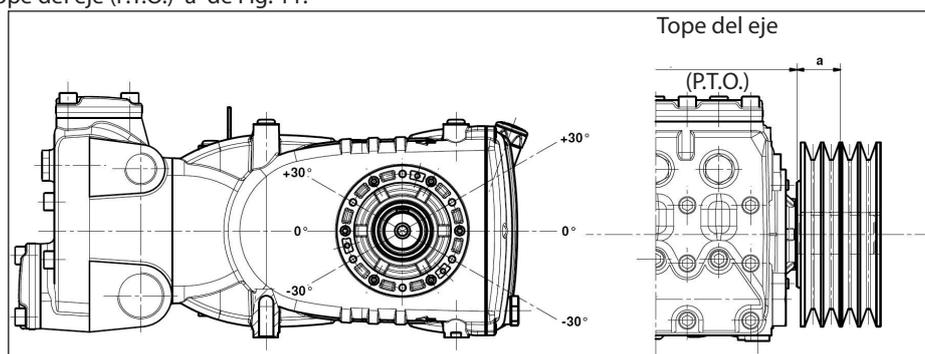

Fig. 11
La carga radial sobre el eje no debe ser superior a 7500 N (valor necesario para definir el Layout). La transmisión es considerada adecuada si tal carga es aplicada a una distancia máxima **a = 40 mm** del tope del eje (P.T.O) como se indica en la Fig. 11.
- b) Utilizar correas de alto rendimiento – por ejemplo **XPB** en lugar de **SPB** – ya que resultará necesario una cantidad inferior de correas en paridad de potencia transmitida y una consecuente distancia inferior de la resultante con respecto al tope del eje (P.T.O.) "a" de Fig. 11.
- e) Seguir la dirección del tiro de la correa como se indica en la Fig. 11 para exigencias diferentes ponerse en contacto con la **Oficina Técnica** o el **Servicio de Asistencia al Cliente**.